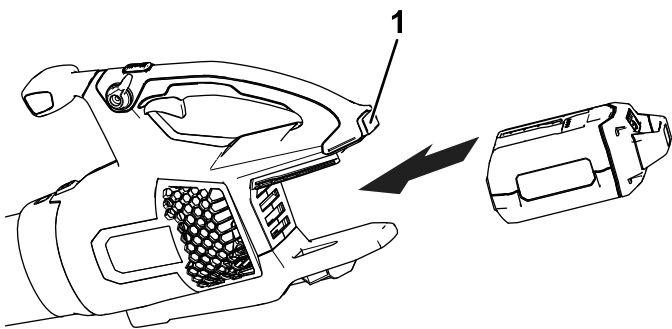

Figura 5
2. Alinee el hueco de la batería con la lengüeta del alojamiento de la empuñadura (Figura 5).
3. Sujete la empuñadura e introduzca la batería en la empuñadura hasta que el cierre se bloquee en su sitio (Figura 5).